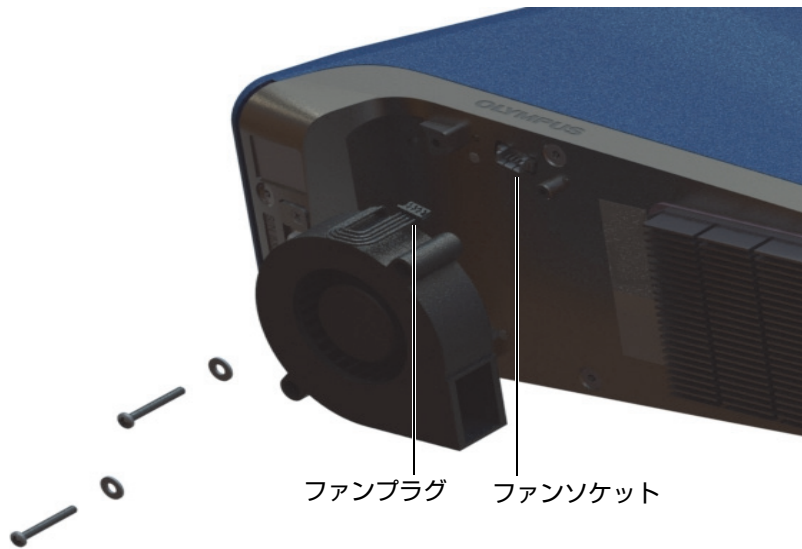

図 4-5 ファンの取り付け
4. 内部ファンの電気プラグをファンソケットに合わせ、プラグをソケットにしっかりと挿入します（101 ページの図 4-5 参照）。